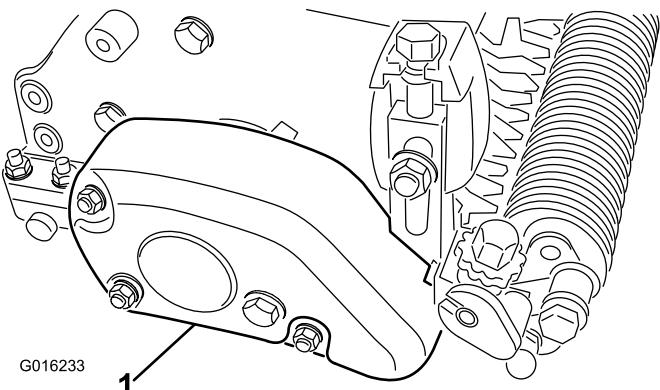

Bild 16
31. Befestigen Sie die Riemenabdeckung mit drei Sicherungsmuttern am Groomergehäuse (Bild 16).